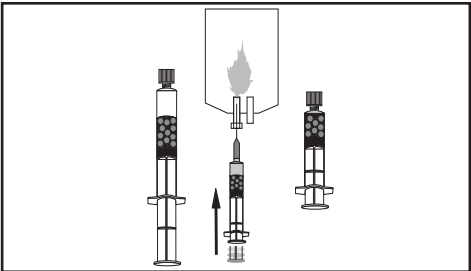

Abbildung 3.
- 4.2 Eine sterile Filternadel an der Spritze anbringen. Dabei die Spritze aufrecht halten und darauf achten, die abgesetzten Mikrosphären nicht zu bewegen. Die Filternadel nach oben halten und einen Teil des Überstands ausstoßen (Abbildung 3). Darauf achten, dass ausreichend Überstand in der Spritze verbleibt, um die Mikrosphären zu bedecken.